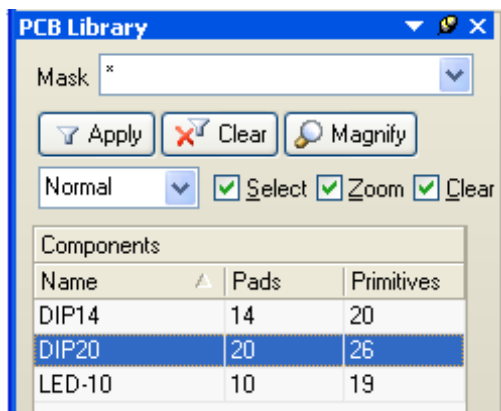
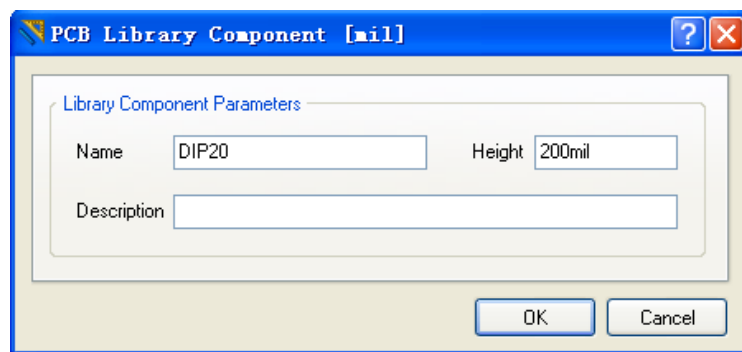

图5-19 双击PCB Library面板的DIP20
图5-20为DIP20封装输入高度值
- 设计者可以用一种最简单的方式为封装添加高度属性，双击PCB Library面板Component列表中的封装(如图5-19所示)，例如双击DIP20，打开PCB Library Components对话框(如图5-20所示)，在Height文本框中输入适当的高度数值。
- （1）在PCB Library面板双击DIP20打开PCB Library Component对话框（图5-20），该对话框详细列出了元器件名称、高度、描述信息。这里元器件的高度设置最重要，因为需要三维模型能够体现元器件的真实高度。